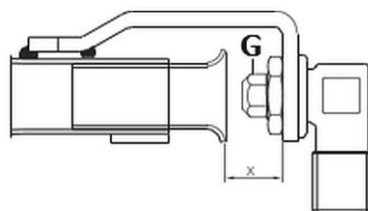

Fig. 7
4. Dévissez la buse du brûleur principal (G, fig. 7).
La distance prévue pour le réglage de l'air primaire est indiquée dans la fig. 7 et dans le tableau 2.
1. Après vous être assuré que la buse **G** est adaptée au type de gaz, vérifiez la distance « **X** » pour l'air primaire (fig. 7).